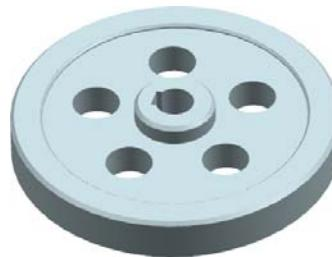

图 3.3.1 实例模型
说明：实例模型如图3.3.1所示，该模型是一个实体模型。
- Step3. 定义指派对象。在模型中选取图 3.3.1 所示的实体为指派对象。